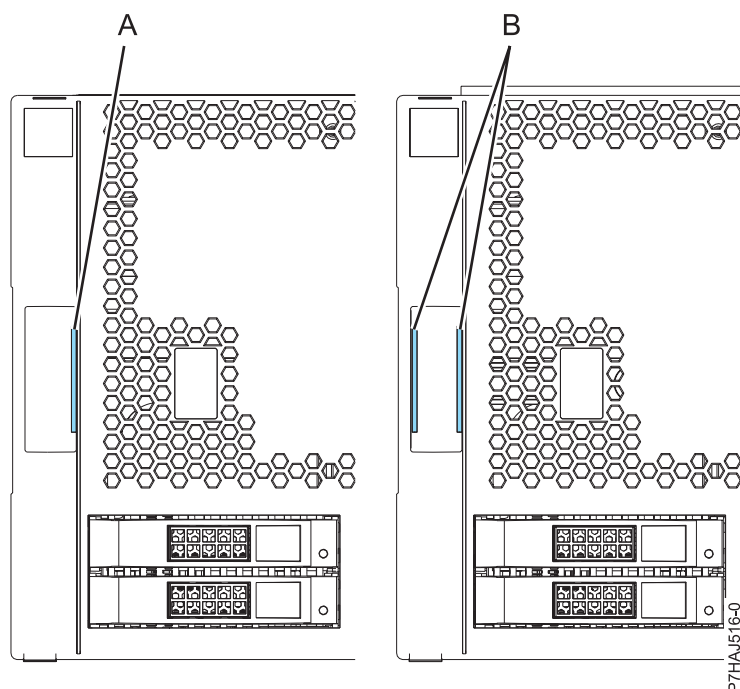

Figura 5. Identificación de las cubiertas más antiguas y más recientes
**Nota:** Las cubiertas más antiguas suministradas antes del 1 de marzo de 2011 se pueden identificar mediante una sola banda azul (**A**) sobre los pestillos del conjunto de cubiertas. Las cubiertas más recientes entregadas a partir del 1 de marzo de 2011 tienen dos bandas azules (**B**) en los pestillos de la cubierta. Consulte el apartado Figura 5.